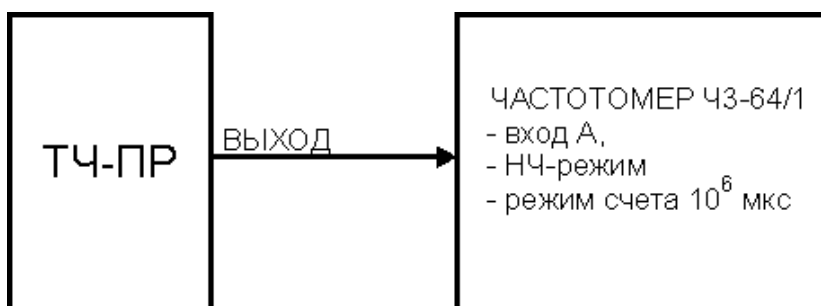

Рисунок 2
- используют схему - см. рисунок 2,